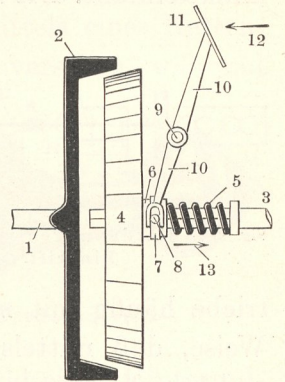
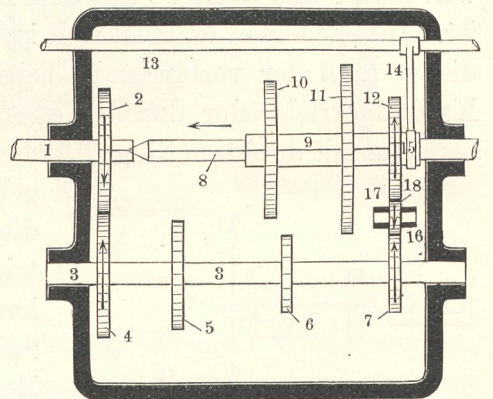

Fig. 932. Konuskuppelung.
Fig. 933. Geschwindigkeitsgetriebe mit direktem Eingriff.
**Kuppelung.** Fig. 932 zeigt die am meisten verbreitete *Konuskuppelung*, die als Friktionskuppelung wirkt. Die Motorachse 1 trägt die innen kegelförmig ausgehöhlte Schwungscheibe 2. Auf der Welle 3 (Getriebewelle) ist der außen mit Leder oder Kamelhaar bekleidete Kuppelkonus 4 verschiebbar, aber nicht drehbar angeordnet. Durch die Feder 5 wird der Konus ständig in die Scheibe 2 (Mutterkonus) hineingepreßt, und dadurch wird die Welle 3 von der Welle 1 mitgenommen. Auf der mit dem Konus verbundenen Hülse 6 liegt lose in einer Vertiefung der Ring 7 mit dem Zapfen 8. Letzterer wird von dem gabelförmig gestalteten Ende des um 9 drehbaren Hebels 10 umfaßt. Das obere Ende von 10 trägt ein Pedal 11. Wird auf letzteres in Richtung des Pfeiles 12 getreten, so wird durch die entgegengesetzte Bewegung des anderen Hebelendes die Hülse 6 und damit der Konus 4 in der Richtung des Pfeiles 13 verschoben, die Kuppelung also gelöst. Letzteres geschieht nun jedesmal, wenn der Wagen in Bewegung gesetzt oder die Übersetzung geändert werden soll. Nach vollzogener Einstellung wird dann das Pedal langsam wieder losgelassen, worauf durch den Federdruck die Kuppelung wieder hergestellt wird. Das Kuppelungspedal steht zumeist noch durch eine Stange mit der Drosselklappe des Vergasers in Verbindung, um beim Ausschalten der Kuppelung das Durchgehen des Motors zu verhindern. Von anderen Kuppelungsarten seien noch die Expansionskuppelung, die Scheibenkuppelung und die elektromagnetische Kuppelung erwähnt.
**Geschwindigkeits- (Wechsel-) Getriebe.** Dieses wird mittels der Welle 3 (Fig. 932) in Bewegung gesetzt. Der *Reibrad-* oder *Friktionsantrieb* ist einfach und billig und gestattet eine feine Abstufung der Übersetzung, hat aber den Nachteil eines schlechten Wirkungsgrades und hohen Kraftverbrauches; er wird nur bei kleineren Fahrzeugen angewendet. Allgemein verbreitet ist dagegen das *Zahnradwechselgetriebe*. Fig. 933 zeigt es in der üblichen Anordnung mit *einem* Schieber und direktem Eingriff der großen Übersetzung (vgl. auch Fig. 913). Auf der Motorwelle 1 (Fig. 933), die der Welle 3 in Fig. 932 entspricht, ist das Zahnrad 2 befestigt und steht ständig im Eingriff mit dem auf der Vorgelegewelle 3 sitzenden Zahnrad 4. Welle 3 trägt außerdem die drei Zahnräder 5, 6 und 7. In der Verlängerung der Motorwelle 1 liegt die Antriebswelle 8, welche die Übertragung der Kraft auf die Hinterräder vermittelt. Auf ihr kann die Hülse 9 mit den drei Zahnrädern 10, 11 und 12 mittels der Stangen 13 und 14 und des lose in einer Vertiefung der Hülse liegenden Ringes 15 verschoben werden. Schiebt man die Hülse so, daß die Zahnräder 6 und 11 in Eingriff kommen, so wird die Welle 8 entsprechend dem Größenunterschiede von 6 und 11 langsamer laufen als die Motorwelle 1: der Wagen läuft mit der kleinen (*ersten*) Übersetzung oder Geschwindigkeit. Beim Eingriff von 5 und 10, deren Größenunterschied geringer ist, läuft der Wagen etwas schneller (mittlere oder *zweite* Geschwindigkeit). Wird die Hülse 9 noch weiter nach links geschoben und mit dem Ende der Welle 1 gekuppelt, so erfolgt die Übertragung direkt, und Antriebswelle 8 und Motorwelle 1 haben die gleiche Tourenzahl: der Wagen läuft mit der großen oder *dritten* Übersetzung. Die genannte Kuppelung erfolgt in der Regel dadurch, daß die Wellen entweder durch Klauenkuppelung ineinander eingreifen, oder daß das Zahnrad 2 doppelt so breit ausgebildet wird und mit seiner überstehenden rechten Hälfte in eine innere Verzahnung des Zahnrades 10 eingreift; seltener ist die in der Figur gezeigte Anordnung,